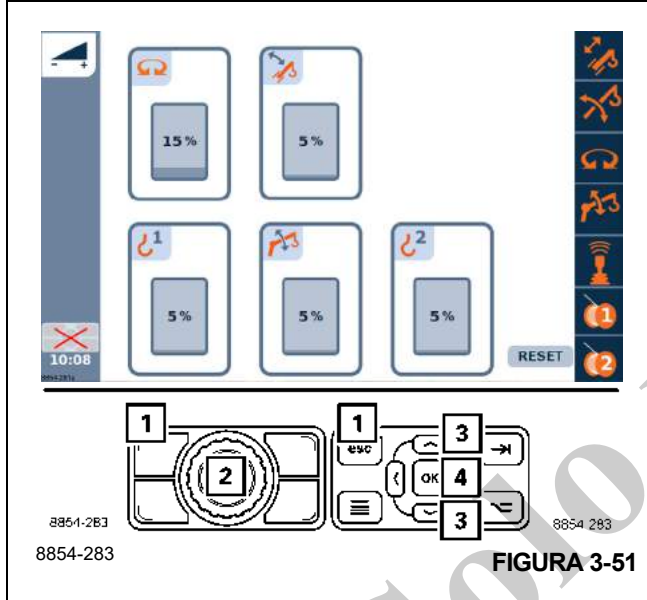

FIGURA 3-51
- Cambie el valor utilizando el interruptor (2), (Figura 3-51), o los botones (3), (Figura 3-51).
Para cancelar la entrada, oprima el botón (1), (Figura 3-51), una vez.
- Confirme los valores cambiados – presione el interruptor (2), (Figura 3-51) o el botón (4), (Figura 3-51), una vez. Se aplican los valores cambiados de la unidad de alimentación.